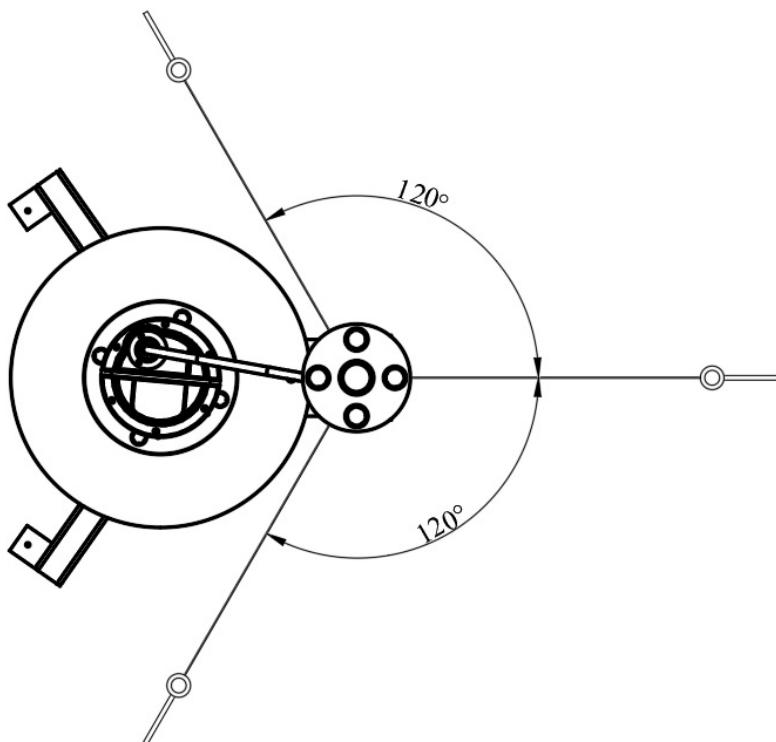

Fig. 5 : Ancrage recommandé
- S'il y a un risque de déplacement de l'aérateur en cours de fonctionnement, il est conseillé d'ancrer l'aérateur avec des filins (voir fig. 5).